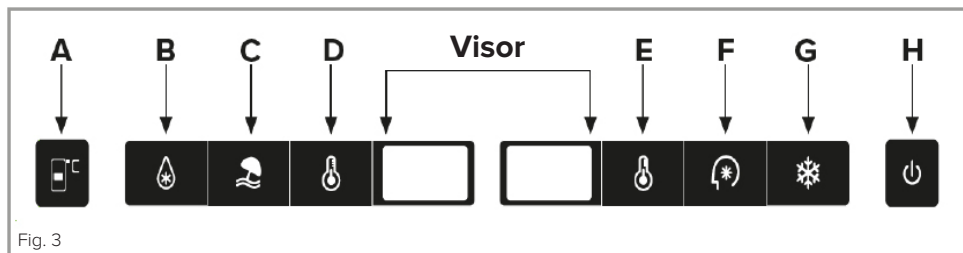

Fig. 3
Para facilitar as operações de manutenção ou limpeza, o frigorífico combinado dispõe de um modo de descongelação forçada que pode ser ativado mantendo premidos os sensores A e C da Fig. 3 durante cerca de 3 segundos. O sensor de regulação da temperatura do frigorífico (A) piscará para confirmar que a função de descongelação forçada está ativa. Esta função deverá desativar automaticamente quando a temperatura do congelador atingir os 10 °C ou os 12 °C.